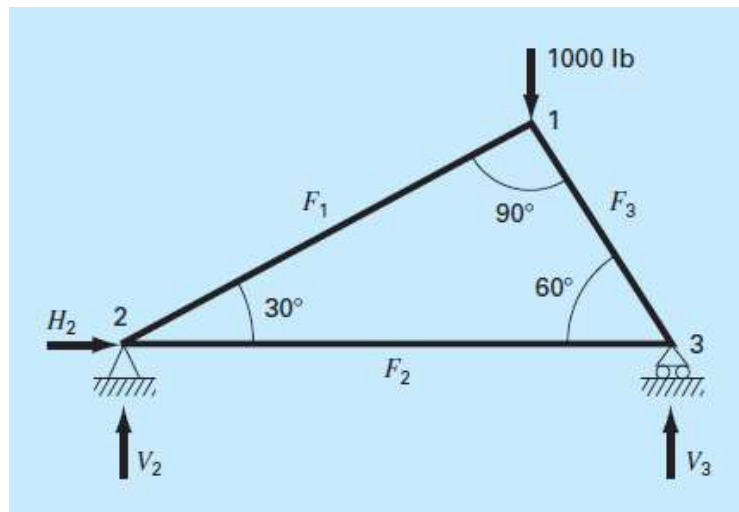
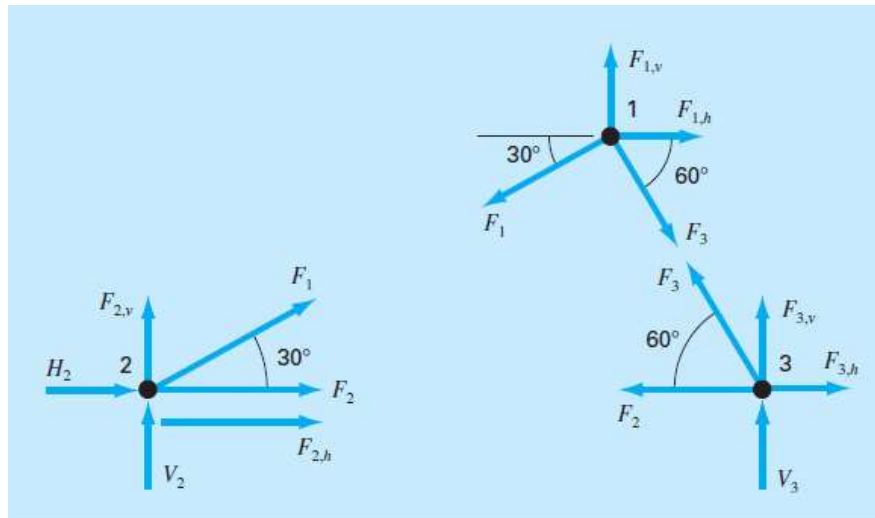

Figura 1 Elemento estructural en estudio. Fuente: Chapra, 2015.
Figura 2 Diagrama de cuerpo libre del elemento estructural a estudiar. Fuente: Chapra, 2015.
Considere el elemento estructural mostrado en la Figura 1, dicho elemento puede soportar cargas en diferentes direcciones en cada uno de sus nodos, por ejemplo, la carga de 1000 lb mostrada en la Figura 1. Estas cargas generan las fuerzas que se muestran en la Figura 2.
1. **[6 puntos]** Estudiar el elemento y determinar las ecuaciones que lo rigen, creando un sistema de ecuaciones que permita solucionar el problema aplicando fuerzas F_i en cualquiera de los tres nodos, en un ángulo determinado a partir de la horizontal (positivo en dirección contraria al movimiento de las manecillas del reloj, éstas fuerzas aplicadas serán transformadas por la función del **punto 3** a sus componentes vertical y horizontal $F_{i,v}$ y $F_{i,h}$, mostradas en la **Figura 2**). Considere los ángulos entre los elementos de la estructura como variables (ej: α , β , Θ).